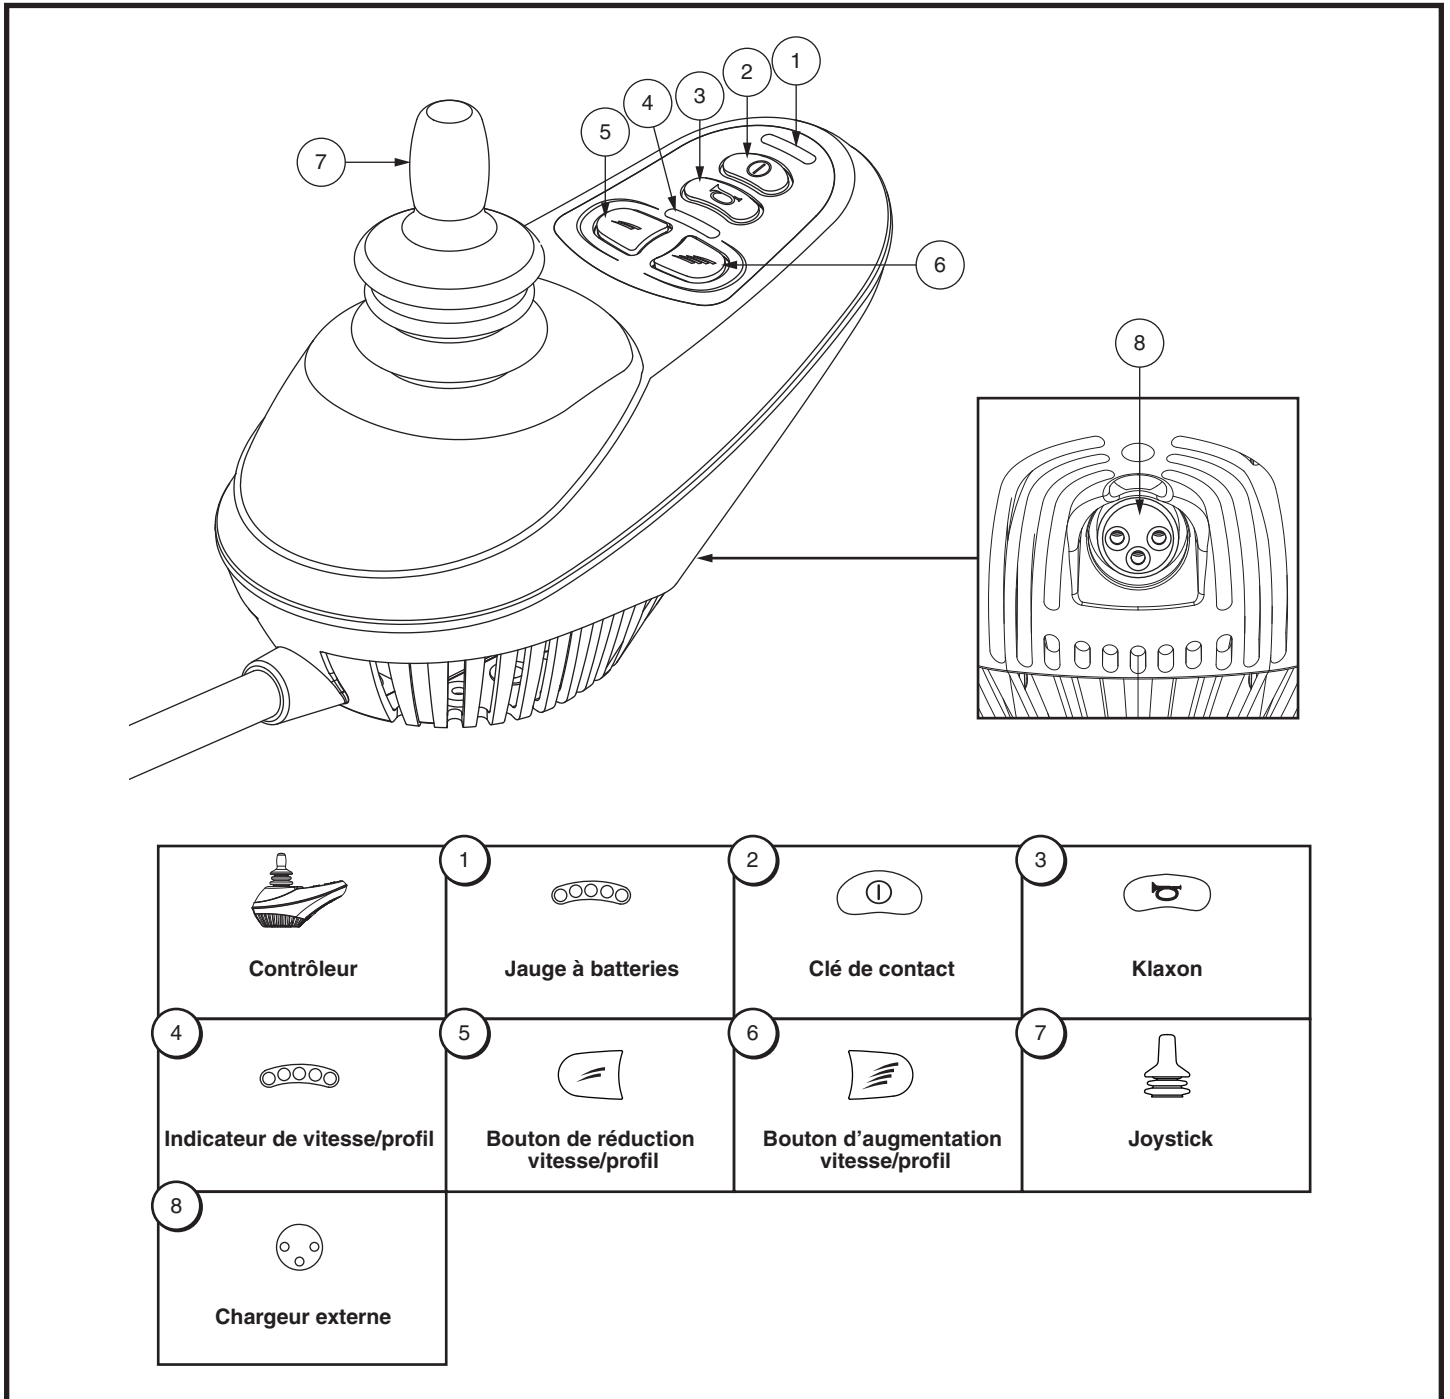

Figure 1. Composantes et connexions du contrôleur newVSI
La figure 1 présente les informations sur les composantes et les connexions du contrôleur newVSI. Utilisez le diagramme pour vous familiariser avec les fonctions et l'emplacement des composantes avant d'utiliser votre contrôleur newVSI.
Le contrôleur newVSI commande le fauteuil motorisé et ses composantes. **Voir les figures 1 et 2.**
Le clavier du contrôleur est situé directement devant la manette de commande. Il présente les boutons pour le réglage de votre fauteuil motorisé. **Voir la figure 1.**
La jauge est située devant la manette. **Voir figures 1 et 3.** Celle-ci est composée de cinq (5) voyants lumineux affichant les renseignements suivants: contrôleur est allumé, niveau de charge des batteries, état du contrôleur newVSI et état du système électrique.
- **Les voyants clignotent en va et viens latéral à deux reprises puis sept (7) voyants clignotent une fois:** Indique que la manette n'était pas en position neutre lors de l'allumage du module de contrôle. Référez vous aux tableau des "Codes de problèmes".